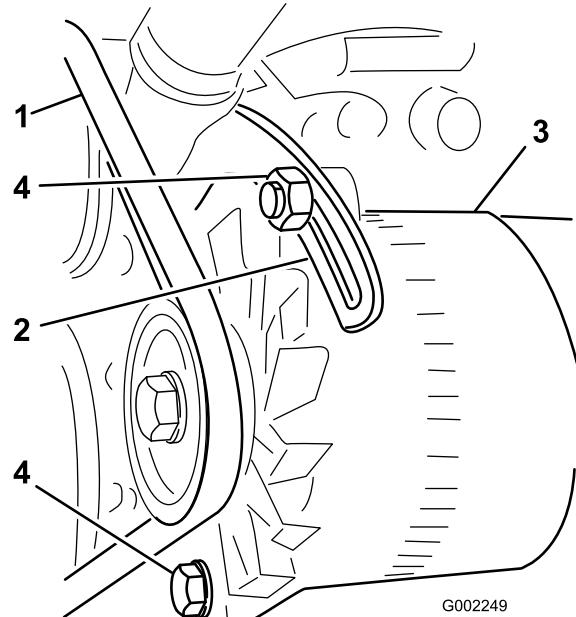

Bild 94
3. Lösen Sie die Schraube, mit der der Drehpunkt an der Lichtmaschine befestigt ist, und die Schraube, mit der die Lichtmaschine an der geschlitzten Strebe befestigt ist (**Bild 94**).